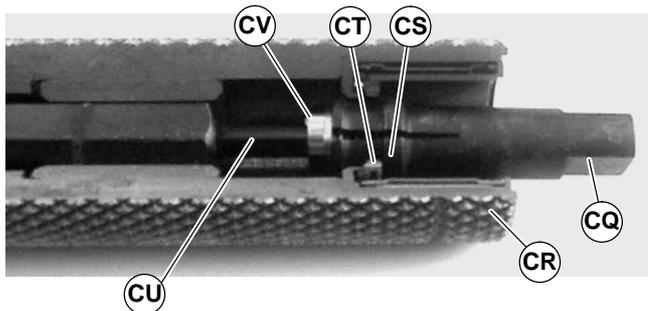

Abbildung 39
1. Das Lagerausbauwerkzeug (CQ siehe Abbildung 39), Teilnr. 25-05, in die Antriebsrolle einführen (CR), bis die Schulter (CS) auf dem Lagerboden aufliegt (CT).